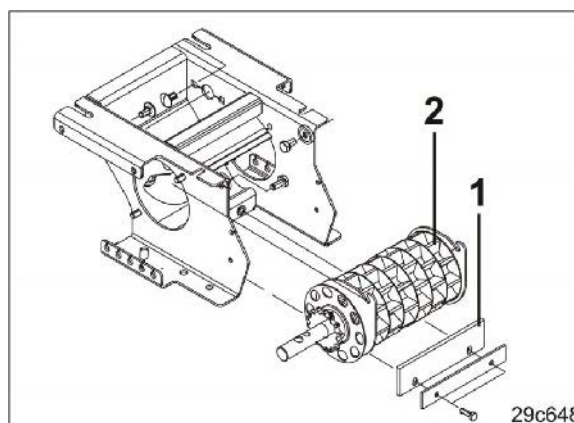

Fig. 158
- En doseringsleppe (Fig. 158/1) som er defekt eller stilt inn feil, fører til feil i doseringen.
Still inn doseringsleppen slik at den ligger lett an mot doseringsvalsen (Fig. 158/2).